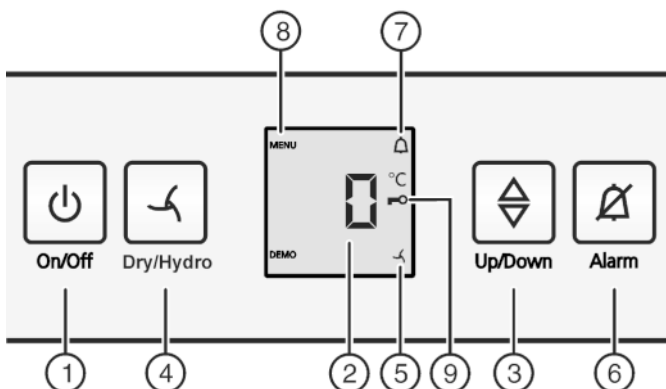

Fig. 2
- ▶ Pritisnite tipku za On/Off Fig. 2 (1).
- ▶ Aktiviranje načina namještanja: Pritisnite tipku Dry/Hydro Fig. 2 (4) oko 6 sekundi.
- ▷ Simbol za izbornik Fig. 2 (8) svijetli.
- ▶ Za potvrdu kratko pritisnite tipku Dry/Hydro Fig. 2 (4). Kada je na indikatoru prikazano **cl**:
- ▶ Da biste uključili osiguranje za djecu, kratko pritisnite tipku Dry/Hydro Fig. 2 (4).
- ▷ Simbol za osiguranje za djecu Fig. 2 (9) svijetli. Na indikatoru treperi **c**.
- ▶ Da biste isključili osiguranje za djecu, kratko pritisnite tipku Dry/Hydro Fig. 2 (4).
- ▷ Simbol za osiguranje za djecu Fig. 2 (9) se ugasi. Na indikatoru treperi **c**.
- ▶ Deaktiviranje modusa za podešavanje: Pritisnite tipku za On/Off Fig. 2 (1).
► Pritisnite tipku za alarm *Fig. 2 (6)*.